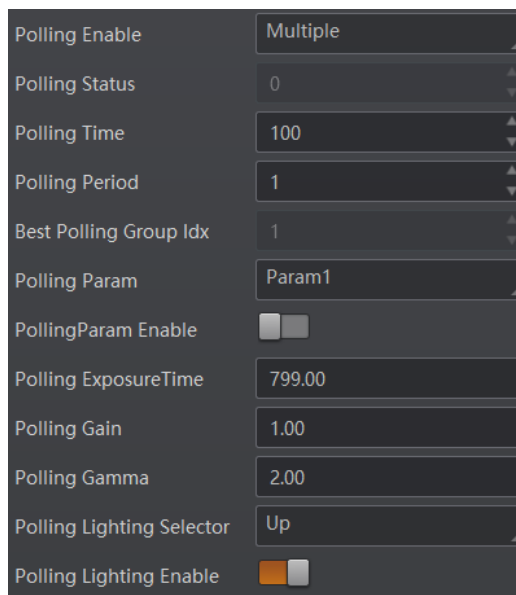

图4-14 多组参数轮询模式
- 从 Polling Param 的 Param1~Param8 中选择 2~8 套参数，通过使能所选参数下的 PollingParam Enable 开关决定该组参数是否参与轮询。8 套参数之间的轮询示意图如图 4-14 所示。